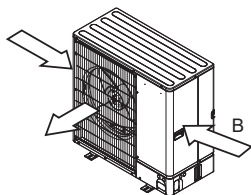

Fig. 2-5
- (3) Placer enheden, så luftudgangen blæser vinkelret i forhold til vindens retning. (Fig. 2-5)